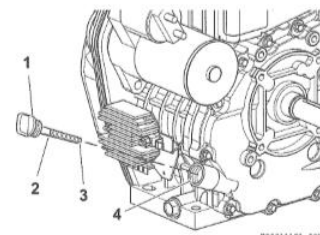

Abbildung 8
- Yanmar-Motor: Den Ölpeilstab/Ölstopfen aus dem Motor schrauben und säubern. Stecken Sie den Peilstab in das Loch bis das Gewinde des Peilstabs das Gewinde vom Motorblock berührt (nicht hineindreihen). Anschließend zum Ablesen wieder herausziehen. Der Ölstand muss sich zwischen (2) und (3) des Ölpeilstabs (1) befinden. Wenn der Ölstand zu niedrig ist, Öl über die Peilstaböffnung nachfüllen (4). (Siehe *Abbildung 8*).